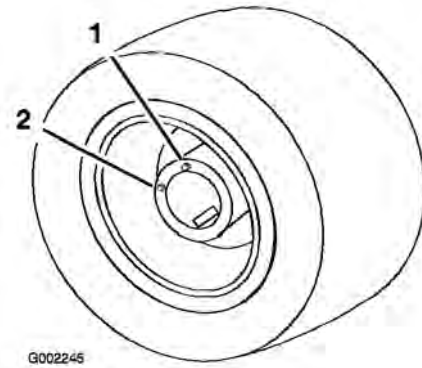

図 49
5. 今度は点検/ドレンプラグが図 49の位置（補給位置）にくるように駐車する。